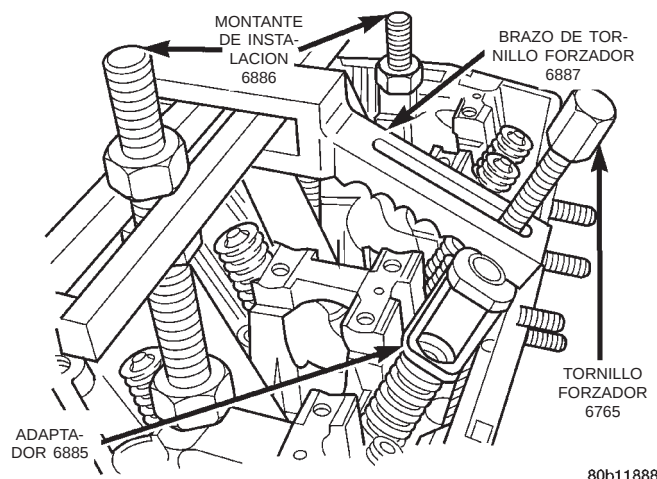

Fig. 53 Muelles de válvula—desmontaje e instalación
nillo forzador 6887, el tornillo forzador 6765 y el adaptador 6885 (Fig. 53) para comprimir los muelles de válvula y retirar los seguros de válvula.
(3) Utilice la herramienta especial MD-998772A con el montante de instalación 6886, el brazo de tornillo forzador 6887, el tornillo forzador 6765 y el adaptador 6885 (Fig. 53) para comprimir los muelles de válvula sólo lo suficiente para poder instalar los seguros. Corrija la alineación de la herramienta, si fuera necesario, para evitar mellar los vástagos de válvula.
(4) Repita del paso 3 al 7 del desmontaje, y del 1 al 3 de la instalación, hasta que se reemplacen todos los muelles y juntas de válvula necesarios.
(5) Instale los conjuntos de eje de balancín.
(6) Instale la tapa de culata de cilindros.